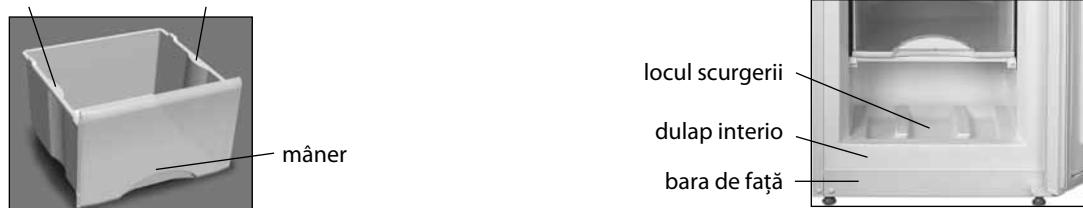

Figura 5 – Colectarea apei
4.1 În timpul dezghetării congelatorul, apa care apare când se topește stratul de zapadă trebuie să fie ștersă din zona de scurgere cu un material absorbant în conformitate cu Figura 5. Apoi congelatorul trebuie să fie spălat și șters bine.
ATENȚIE! Nu permiteți scurgerea apei în timpul dezghetării și curățării congelatorului. Dacă apa ajunge la consola frontală a carcasei interne și externe, vezi Figura 5, aceasta poate provoca coroziunea exterioară a congelatorului și a pieselor de congelare automate, cît și perturbarea materialelor de izolare, ceea ce duce la formarea fisurilor interne și la eşecul congelatorului.